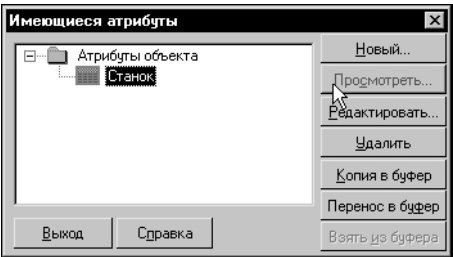

Рис. 46.7. Атрибуты объекта
3. Выделите его и нажмите кнопку **Просмотреть** (рис. 46.7).